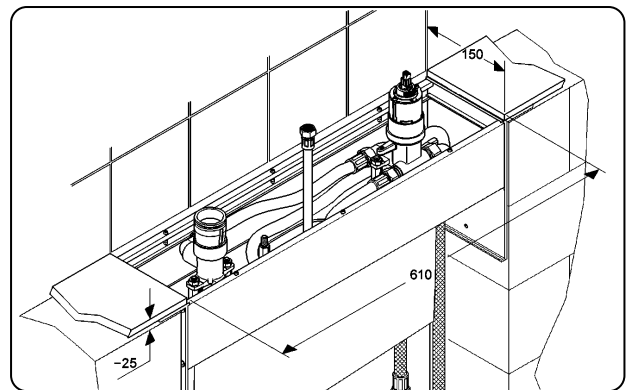

図6
8. デッキプレート分のタイル(石)の用意 (図6参照)
- ①デッキプレート分のタイル(石) 610mm x 150mmが必要です。
- ②タイル(石)に付属のテンプレートをあてて、エンピツ等でけがいてください。